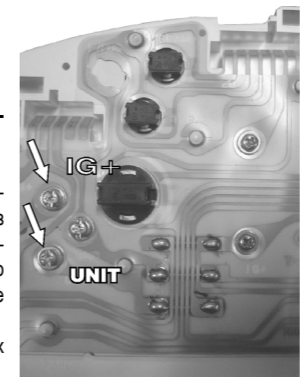

рис.9 Печатная плата комбинации приборов
3.18. Подключение ДУТ. На печатной плате комбинации приборов от контакта 10 (черно-белый провод), средней 12-ти контактной колодки комбинации приборов, подходит токопроводящая дорожка к винту с надписью "UNIT". Подсоедините розовый провод из жгута БК к этому винту (указан стрелкой на рис.9).
3.19. Подключение "зажигание". На печатной плате комбинации приборов от контакта 6 (розовый провод), левой 10-ти контактной колодки комбинации приборов, подходит токопроводящая дорожка к винту с надписью "IG+". Подсоедините красно-белый провод из жгута БК к этому винту 4 и 5 - Signal Ground 16 - Battery Power (указан стрелкой на рис.9). 7 - ISO 9141-2 K-Line